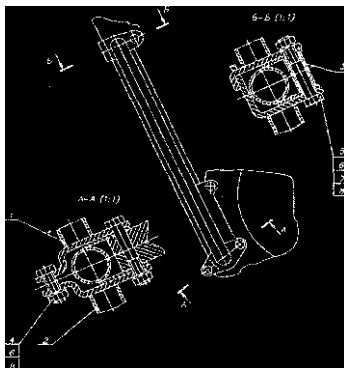

Рис. 31. Установка защитных дуг на мотоцикл
- установить защитные дуги (рис.31) (при комплектовании).